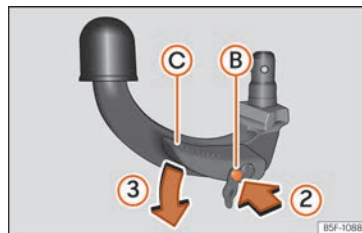

Abb. 265 Schritt 2
- Drücken Sie den Entriegelungsbolzen (B) in Pfeilrichtung ② und gleichzeitig den Hebel (C) in Pfeilrichtung ③ bis zum Anschlag » Abb. 265.